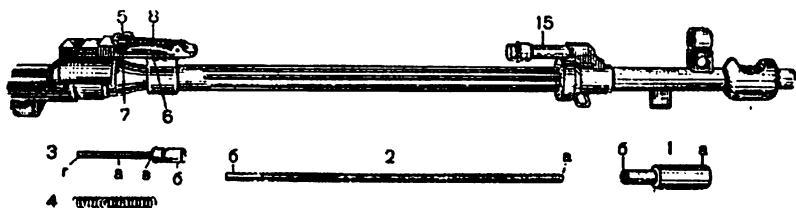

Рис. 8. Ствол и детали, передающие удар газов запирающему механизму.
*Детали, передающие удар газов, отводимых через отверстие газовой камеры, запирающему механизму.* К этим деталям относятся (рис. 8): газовый цилиндр 1, шток 2, толкатель затвора 3 и пружина штока 4.
Прицел (рис. 8 и 9) состоит из следующих деталей: